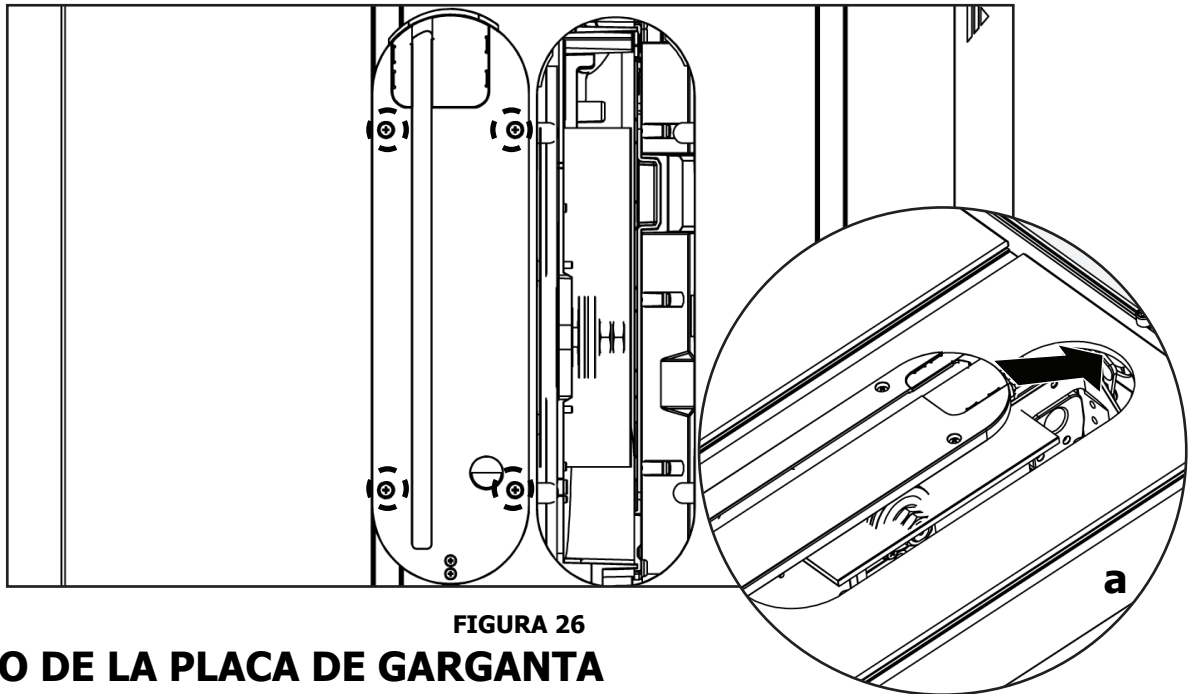

FIGURA 26
Coloque la escuadra (B) en la superficie de la mesa y contra la hoja y el separador. La escuadra deberá estar en contacto con la cara de la hoja y el separador. Consulte la Figura 26.